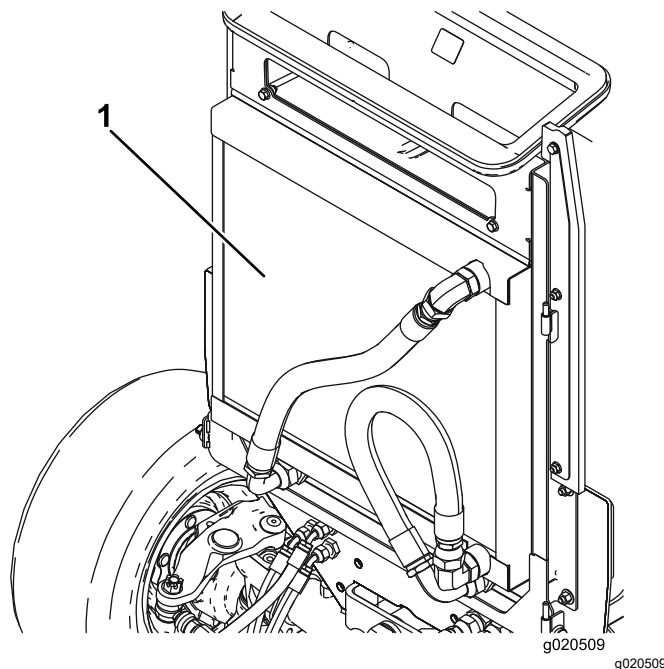

Figura 64
3. Pulite accuratamente entrambi i lati del refrigeratore dell'olio e il radiatore con aria compressa (Figura 64).